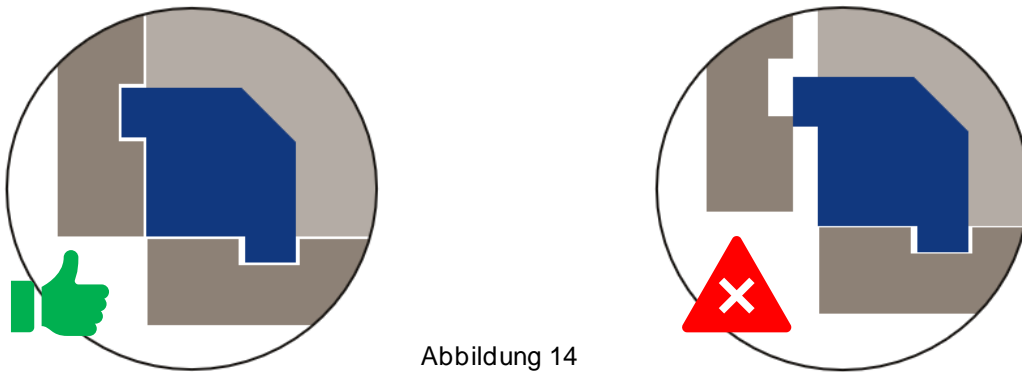

Abbildung 14
- Wenn sichtbar, vor dem Fortfahren Verriegelung der Abdeckplatten (Panels) an den Trägern überprüfen (Abbildung 14).
- Vor dem Fortfahren Verriegelung der Abdeckplatten (Panels) an den Trägern überprüfen (Abbildung 14).